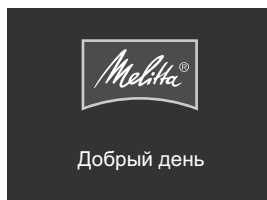

Рис. 5: Приветственная надпись
2. Нажмите на кнопку "Вкл./Выкл." (10).
- » На дисплее появится приветственная надпись (см. Рис. 5).